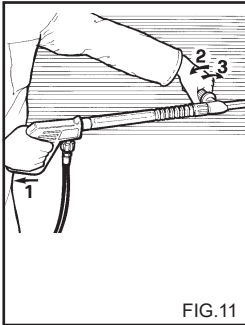

FIG.11
**USO DA LANÇA DUPLA (Acessório opcional) (Fig. 11).**